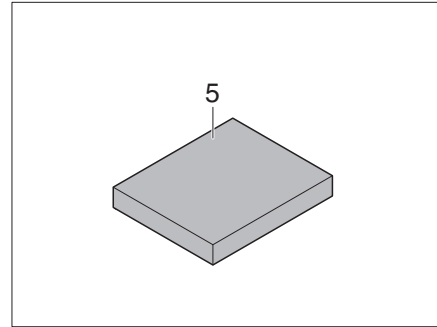

Fig. 197 Coussin supplémentaire
- Placer le coussin supplémentaire (Fig. 197, 5) au milieu sur la table.